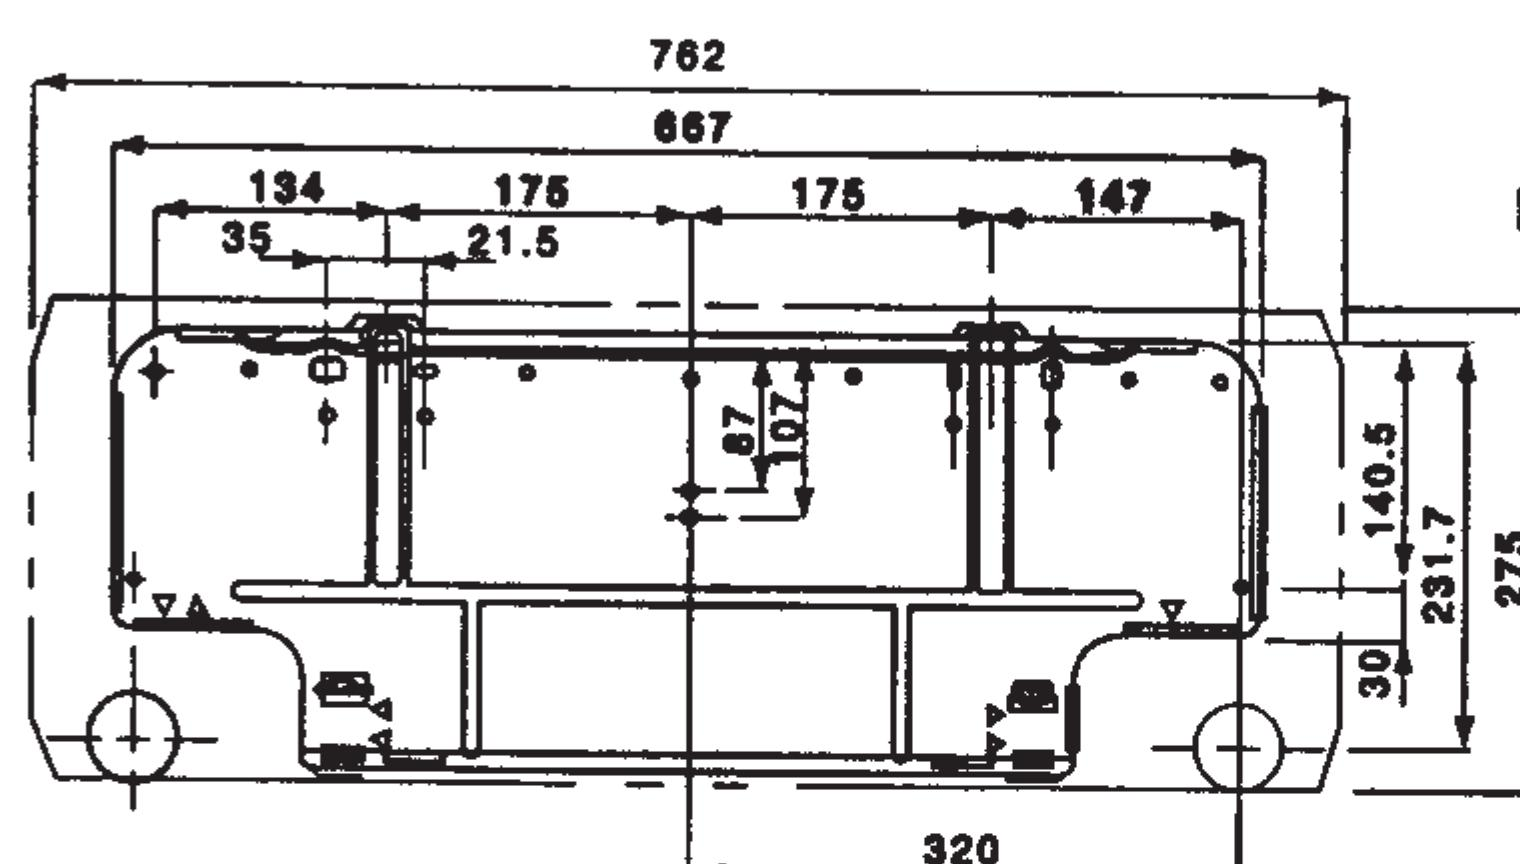

Fig. 1
2. Установите монтажную плиту горизонтально и закрепите на строительных элементах (рейках, косых и т.п.) стены с помощью 4 монтажных винтов (рис. 1).